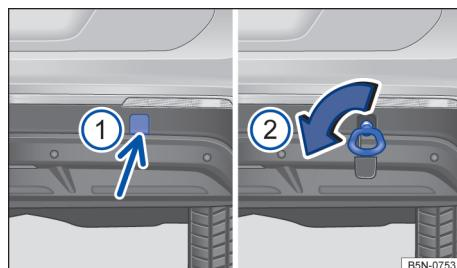

Fig. 222 No para-choque traseiro à direita: argola de reboque rosqueada.
- Pressionar na área inferior da cobertura (seta) para soltar o encaixe da cobertura → Fig. 222 ①.
- Rosquear a argola de reboque tão firme quanto possível **no sentido anti-horário** no alojamento → Fig. 222 , → ①. Utilizar um objeto apropriado com o qual a argola de reboque possa ser rosqueada com firmeza no alojamento.